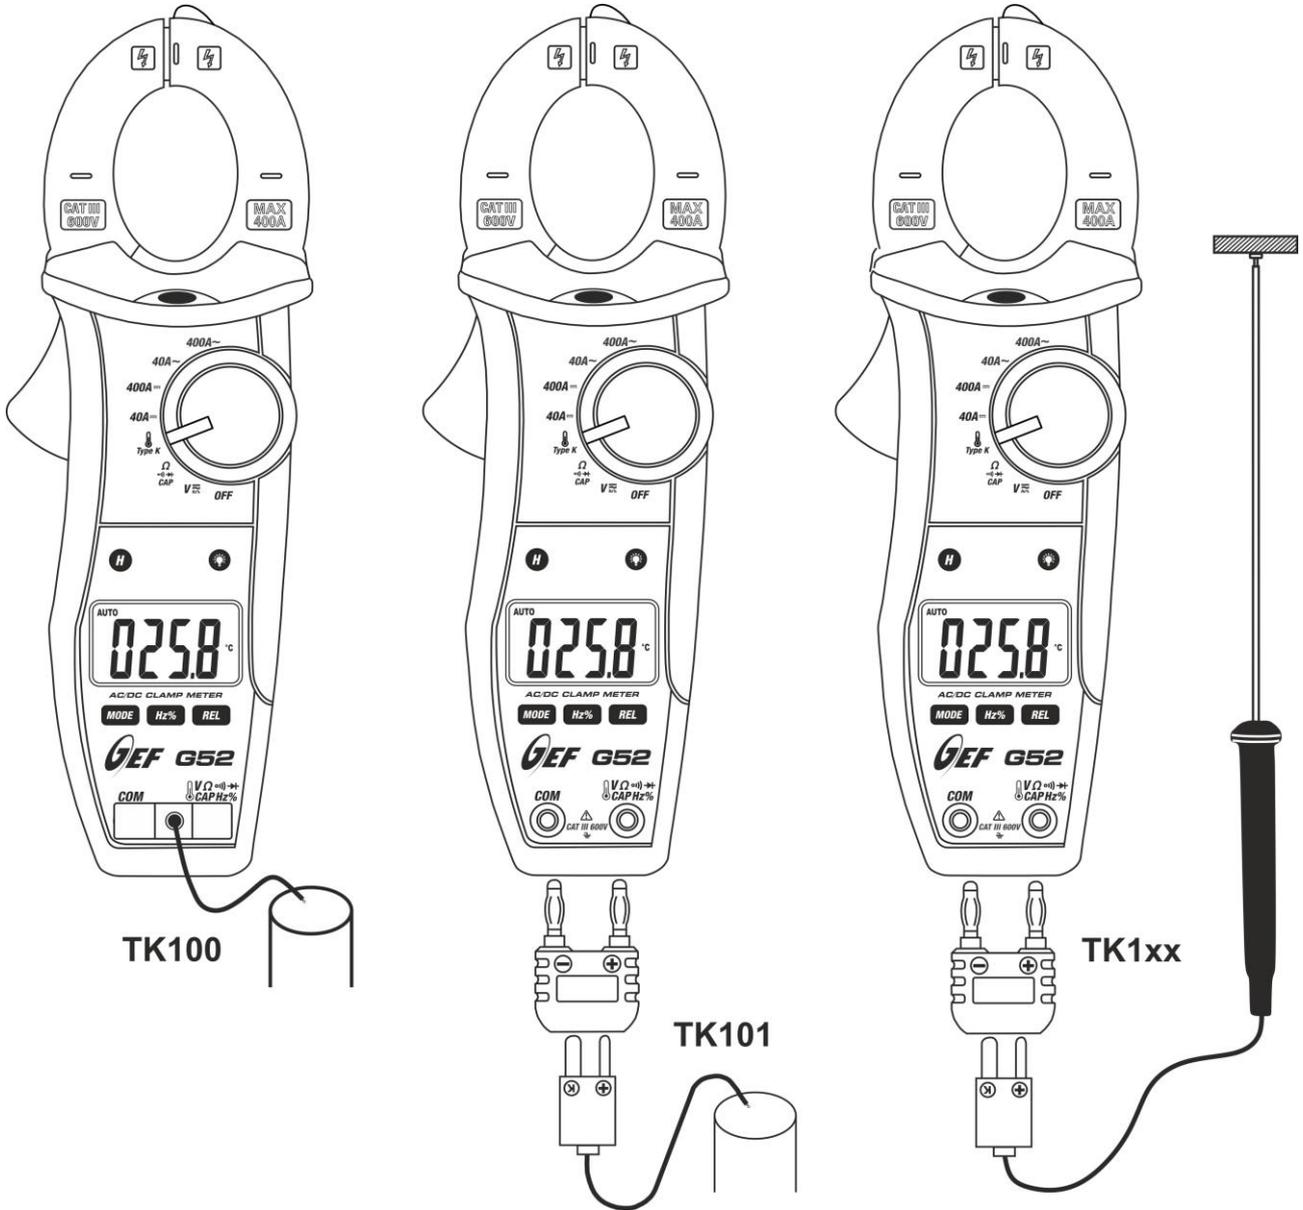

Fig. 9: Uso de la pinza para medida de Temperatura
3. Inserte la sonda de hilo tipo K en dotación (accesorio **TK100**) o la sonda de hilo tipo K opcional **TK101** con su adaptador o la sonda tipo K con mango opcional **TK1xx** con su adaptador en los terminales de entrada **VΩHz%** y **COM** respetando la polaridad mostrada en la Fig. 9. El valor de la temperatura se muestra en pantalla